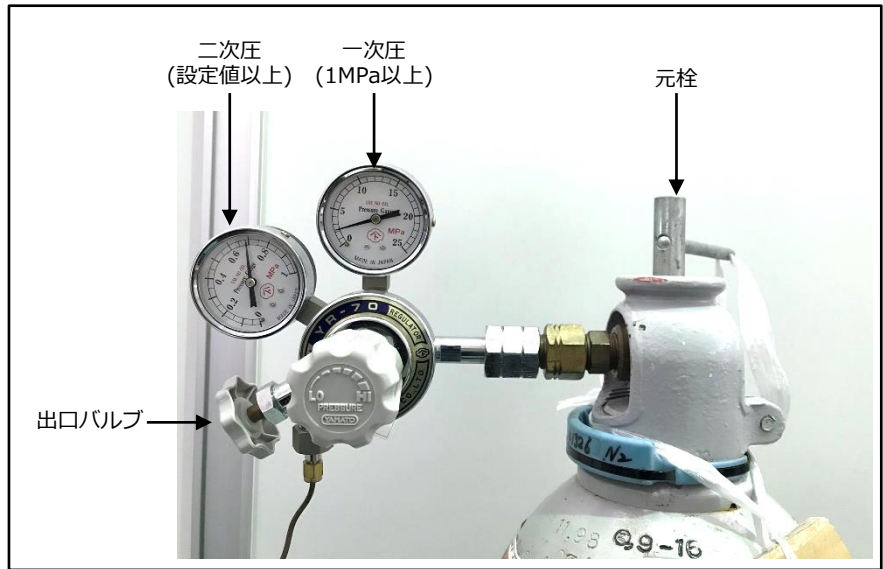

図1 レギュレーター部品名称
- レギュレータ (図1)
- ①一次圧が充分あるか (1MPa以上)
- ②二次圧が充分あるか
- ③元栓、出口バルブが開いているか